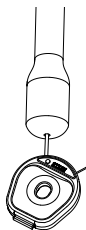
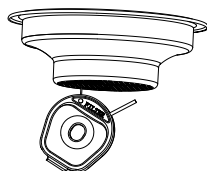

Fig. 9: gebruik de dikke reinigingsnaald om het stoompijpje (6) te reinigen.
Fig. 10: reinig de filters (13, 14) met de dunne reinigingsnaald.
De reinigingsnaald (17) is bedoeld voor het schoonmaken van stoompijpjes en filters. De dikke reinigingsnaald is bedoeld voor het reinigen van het stoompijpje (Fig. 9), en de dunne reinigingsnaald is voor de filters (Fig. 10).